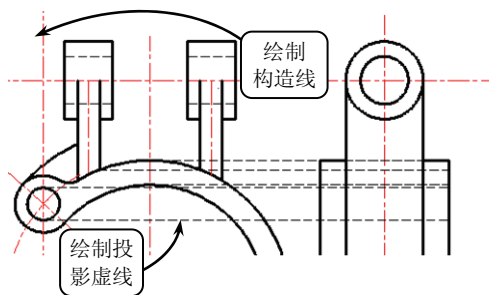

图 3-72 绘制竖直构造线和两条水平投影虚线
⑳ 单击【构造线】按钮，过点 B 绘制一条竖直直线。然后利用【直线】工具根据视图的投影规律，并结合主视图上的相关点，向左视图绘制两条水平投影虚线，效果如图 3-72 所示。